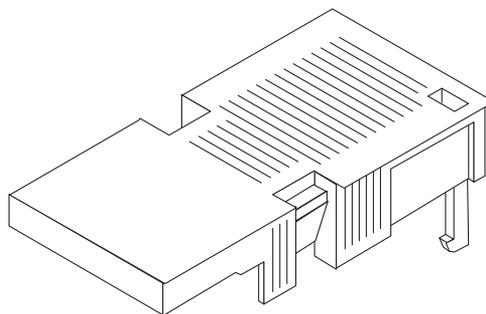

図 4-10 DC 接続部品
1. DC 入力電源ケーブルの組み立てに使用する部品を確認します (図 4-10 を参照)。